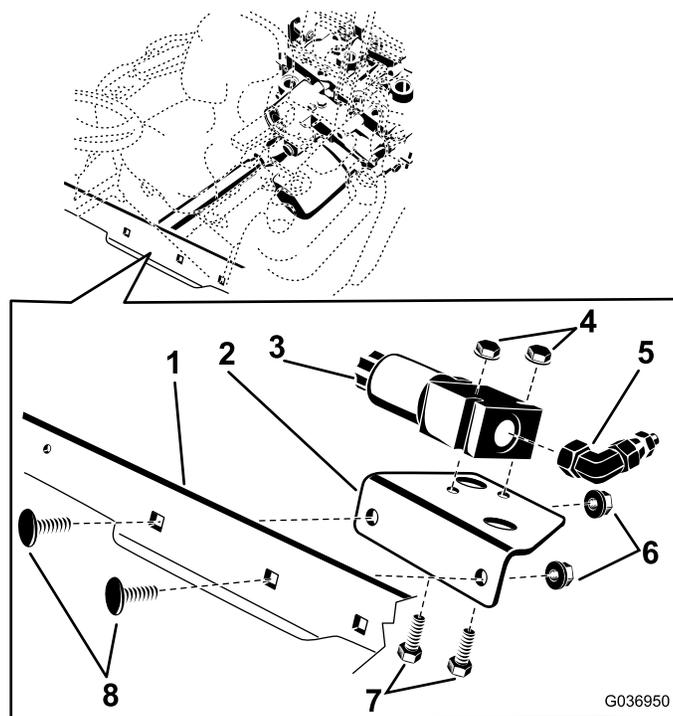

Figura 1
2. Monte la placa de montaje en el travesaño del bastidor con 2 pernos (3/8" x 1") y 2 tuercas (3/8"). Coloque la placa según se muestra en Figura 1.
3. Instale el adaptador de 90° en el extremo de la válvula de bloqueo del diferencial, colocando los diferentes elementos según se indica en la Figura 1.
4. Instale la válvula de bloqueo del diferencial en la placa de montaje con 2 tornillos (1/4" x 2") y 2 tuercas (1/4"). Coloque la válvula de bloqueo del diferencial en la placa de montaje, tal y como se muestra en la Figura 1.